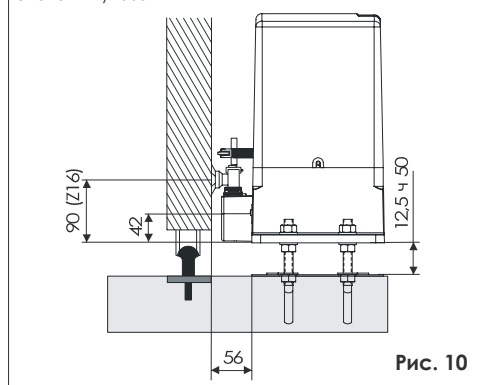

Рис. 10
3. Подгоните высоту основания и расстояние до ворот, ссылаясь на рис.10.